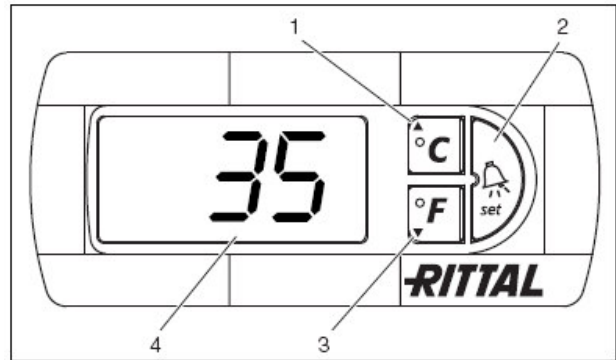

图36：舒适型控制器
在接通电源后机柜空调自动工作，蒸发器风扇（见第5页图2）将连接运行，使机柜内空气不停地循环。压缩机和冷凝器风扇由舒适型控制器调节。舒适型控制器有一个七段显示器（图36第4项）。在打开电源后，首先在此显示器上出现约2秒钟当前软件版本号。在平常工作中，此显示器上显示温度（°C或°F—用户可在这两者之间切换）和故障消息。当前机柜内部温度通常是一直显示的。在出现故障消息时，将与温度交替显示。用按键1-3（图36）对装置进行编程。相关参数也出现在显示器上。
- 同时按住按钮1和2（图36）至少5秒钟。
用按钮1、2、3（图36）可在预置范围（最小值—最大值）内更改24个参数。